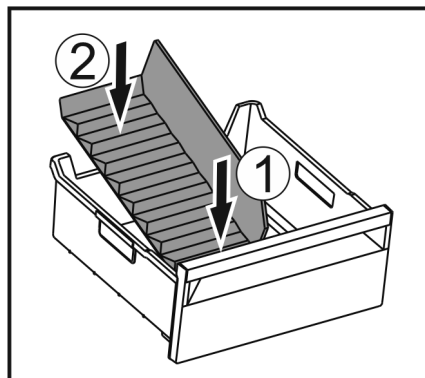

Fig. 121
- ▶ Sätt in frysfacksdelarens främre del. Fig. 121 (1)
- ▶ Sänk ned frysfacksdelarens bakre del till lådans botten. Fig. 121 (2)